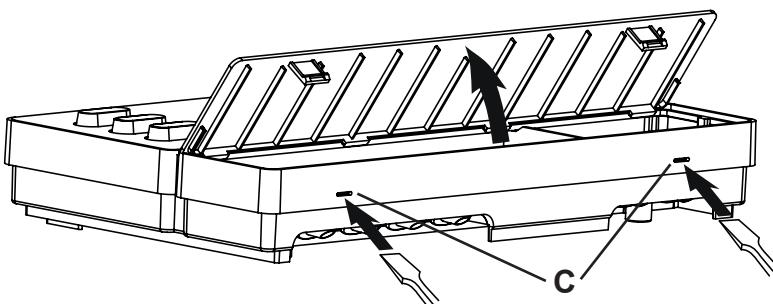

Abb.2 Abnahme des Gehäusedeckels
2. Drücken Sie die Schnappverschlüsse **C** mit einem Schraubendreher leicht ein und nehmen Sie den Gehäusedeckel ab (siehe Abb.2).